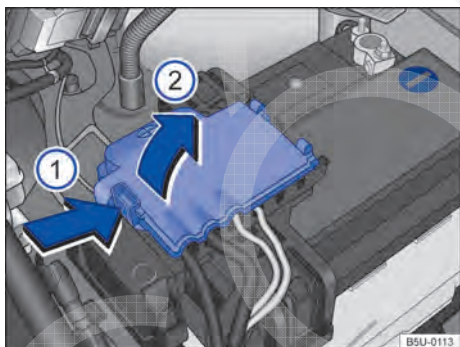

Fig. 176 Compartimento do motor: acesso ao terminal positivo da bateria.
- Abrir a cobertura do polo positivo. Para abrir pressionar a trava no sentido da seta → Fig. 176 (1), rebater a cobertura para o lado no sentido da seta (2).